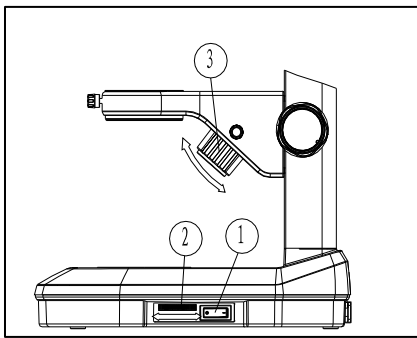

图 2
2. 打开下光源电源开关①（图 2），透射光点亮；
3. 旋转下光源旋钮②（图 2）可以改变光强。
4. 同样在底座左侧有上光源开关和上光源调光旋钮。转动上光源灯头③可调整光源照明光斑位置。